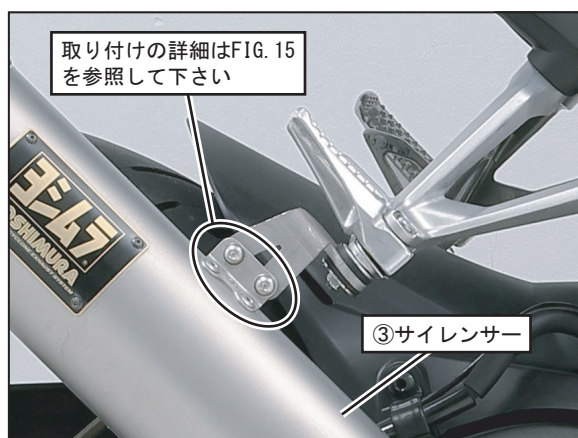

FIG. 14
11. 手順5で車両に取り付けた④サイレンサーステーと③サイレンサーのブラケットの穴位置を合わせ、⑤ボタンボルトM6×20、⑦SUSワッシャM6×13、⑪フランジナットM6を使用して仮締めして下さい。(FIG. 14, 15参照)